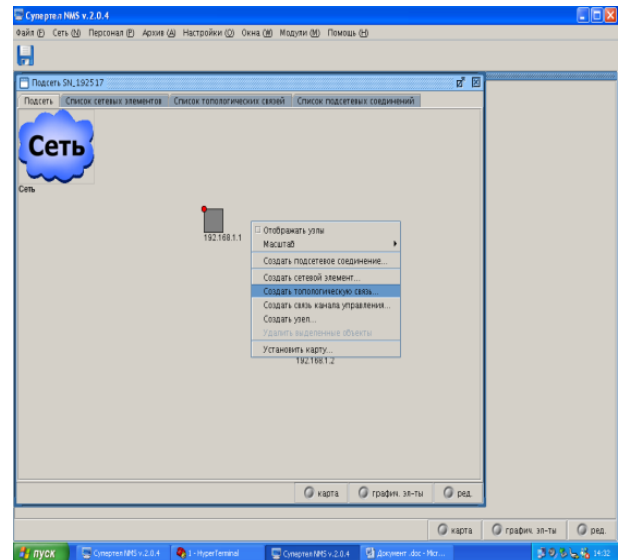

Рис. 25
12. В окне «Подсеть SN_192517» кликнуть правой кнопкой мыши, выбрать «Создать топологическую связь» (рис. 25).